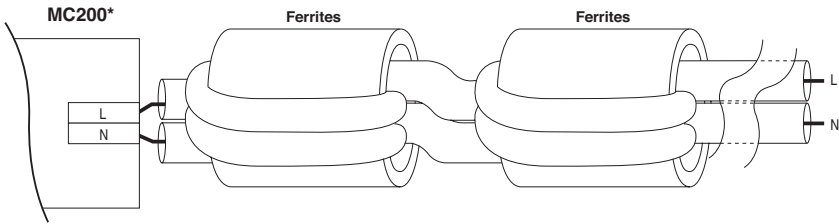

Fig. 4.a
- En cas d'utilisation d'une vanne E²V, passer les câbles d'alimentation de la carte dans une paire de ferrites MSFC (cod. CAREL 0907858AXX), à proximité de la borne d'alimentation sur le MasterCase2 (Fig. 4.a).